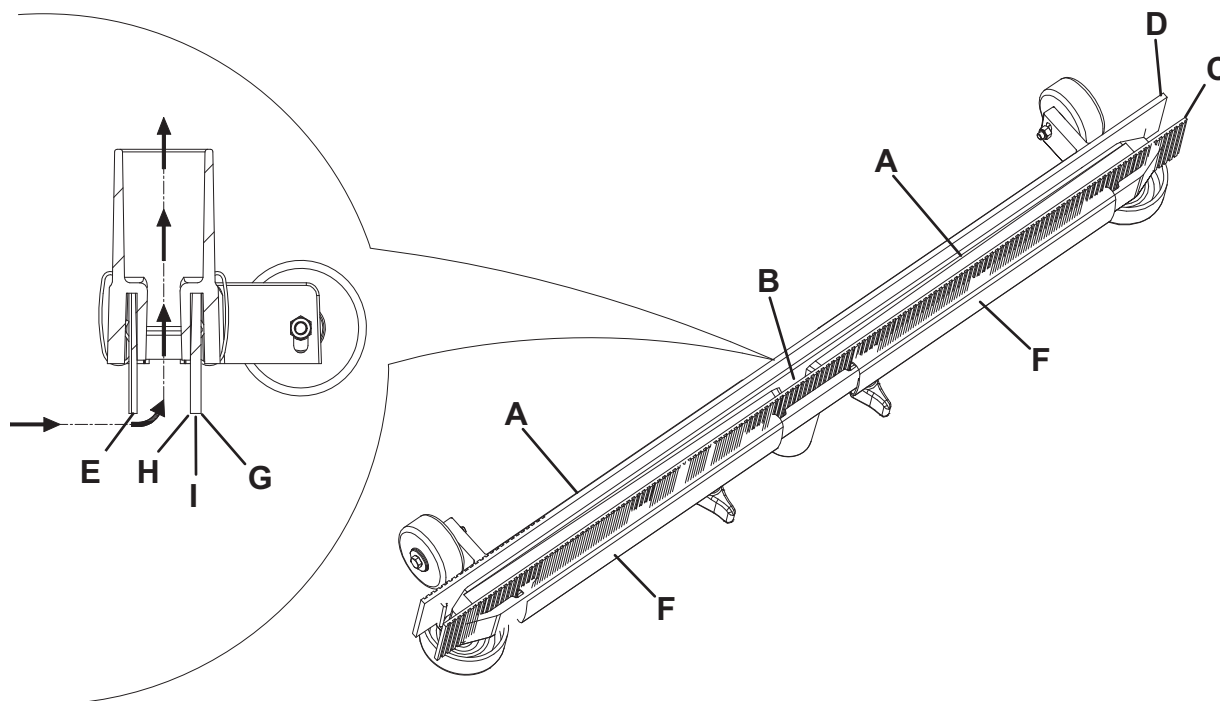

Рис. 6
3. Опустите швабру с помощью рычага (19).
4. Отсоедините вакуумный шланг (22) от швабры.
5. Ослабьте маховики (12) и снимите швабру (11).
6. Вымойте и очистите швабру. В частности, очистите отсеки (А, Рис. 6) и отверстие (В) от грязи и мусора.
7. Проверьте передний скребок (С) и задний скребок (D) на предмет их целостности, отсутствия порезов и разрывов; в случае необходимости замените их (см. порядок действий в следующем разделе).
2. Проверьте края переднего (Е, Рис. 6) и заднего скребков (I) на одном уровне по всей их длине; в случае необходимости отрегулируйте их высоту, как описано ниже:
- Удалите крепежные пружины (F), затем отрегулируйте передний (С) и задний (D) скребки.
3. Проверьте передний (С) и задний скребки (D) на целостность, наличие порезов и разрывов; если необходимо замените их, как показано ниже. Также проверьте передний угол (H) заднего скребка на предмет износа. Если он изношен, переверните скребок, чтобы заменить изношенный угол другим (I), если он в нормально состоянии. Если и другие углы изношены, замените скребок в следующем порядке:
- Удалите крепежные пружины (F), затем отрегулируйте (или переверните) задний (D) скребок.
4. Установите швабру (11) и закрутите маховики (12).
5. Присоедините вакуумный шланг (22) к швабре (11).